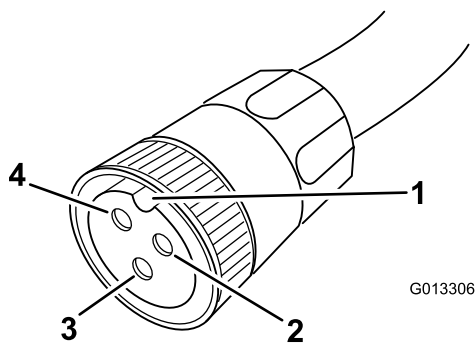

图12
2. 如图所示，拿起电缆使缺口朝向 12 点钟方向（图 12）。